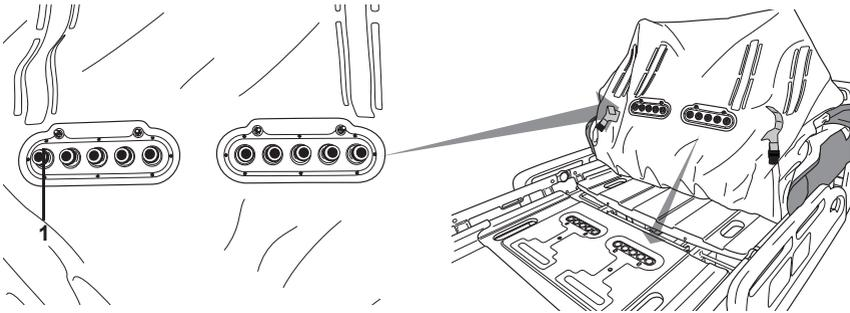

**Abbildung 4: Luftschläuche an Matratzensteuereinheit anschließen**
14. Verbinden Sie die Luftschläuche (Abb. 4, Nr. 1) mit der Steuereinheit der Luftdruckmatratze (2). Sorgen Sie dafür, dass O-Ringe auf den Anschlüssen angebracht sind. Die Luftschläuche werden auf der gegenüberliegenden Seite der Ablassventil-Einheit über der Fußverlängerungsquerstange an die Steuereinheit der Luftdruckmatratze angeschlossen, angeordnet von links nach rechts/von rechts nach links. Wenn die Luftanschlüsse richtig angeschlossen sind, ist ein deutliches Einrasten zu hören.
15. Schließen Sie das Netzkabel (Abb. 4, Nr. 3), das CPR-Kabel (4) sowie das Übertragungskabel (5) an.